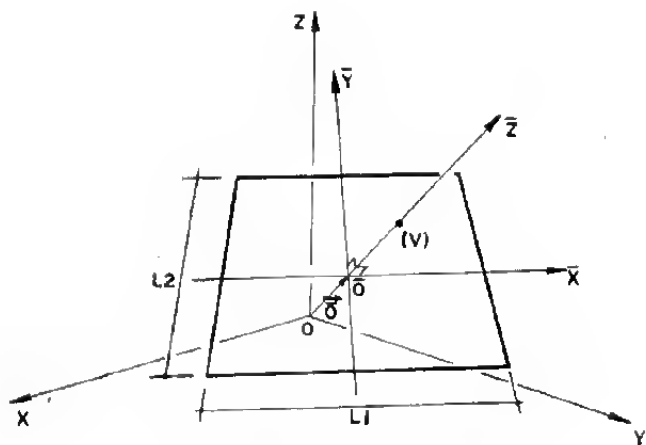

Fig. 2 — O sistema  $\overline{XYZ}$  de coordenadas
f) o sistema  $\overline{XYZ}$  de coordenadas, bem como os outros parâmetros, se apresentam como mostra a Fig. 2.
que são as coordenadas da origem do sistema  $\overline{XYZ}$  (Fig. 2). Esse sistema nos é particularmente interessante, pois o plano  $\overline{XY}$  é o próprio plano projetante.
O vetor unitário  $\vec{k}$  tem sua determinação imediata, pois é o valor unitário do vetor  $\vec{O}$  (Fig. 2 e Equação (5)).